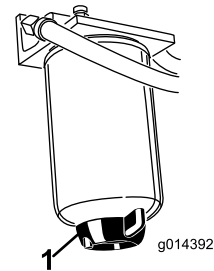

Figura 39
Drene el agua y otros contaminantes del separador de agua (Figura 39) a diario. Cambie el cartucho del filtro después de cada 400 horas de operación.
2. Afloje el tapón de vaciado en la parte inferior del cartucho del filtro (Figura 39).